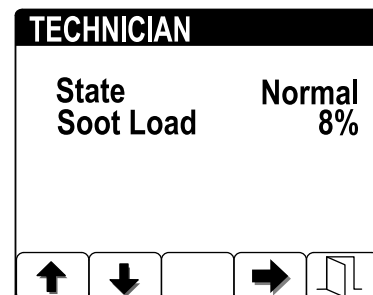

Figura 38
- Vea la carga de hollín que se mide como porcentaje de hollín en el DPF (Figura 38); consulte la tabla de carga de hollín.